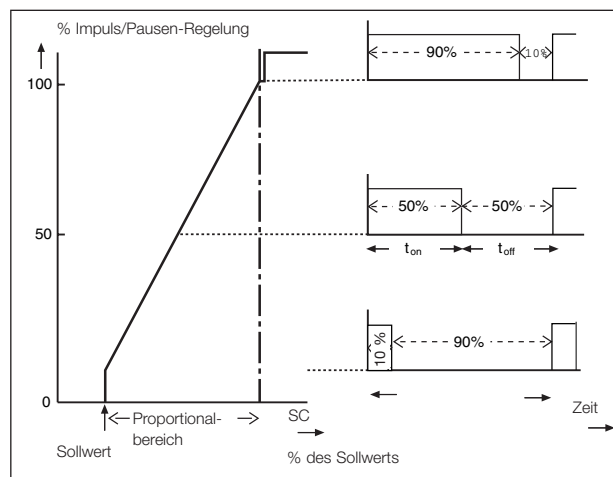

Abb. 5-4. Impuls/Pausen-Regelung
*PER.	Die Zeitdauer einer kompletten Impulsperiode (eine EIN- und eine AUS-Periode). Siehe Abbildung 5-4.